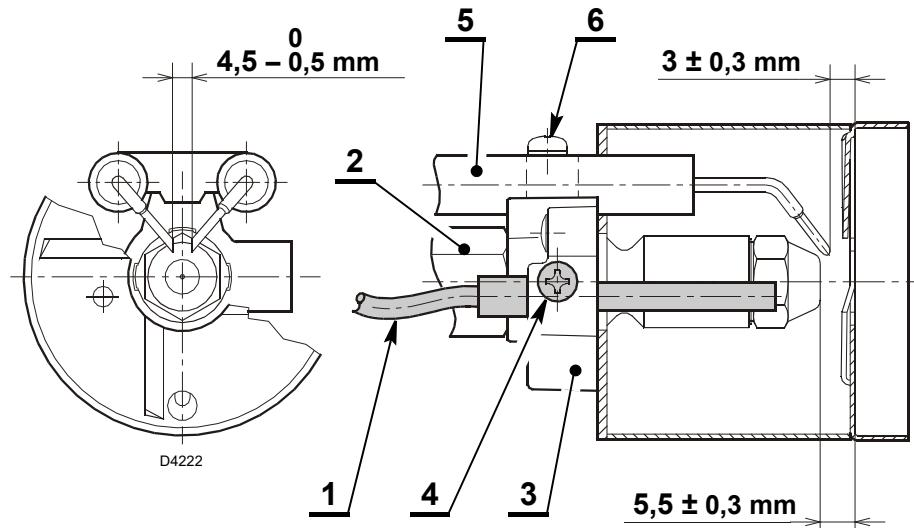

Fig. 12
Les mesures sur la Fig. 12 doivent être respectées.
- appuyer le support de l'accroche-flamme 3)(Fig. 12) sur le porte-gicleur 2)(Fig. 12) et bloquer avec la vis 4)(Fig. 12). Pour tout ajustement du groupe d'électrodes 5), desserrer la vis 6) (Fig. 12).
- insérer la fibre optique 1)(Fig. 12) dans le support de l'accroche-flamme 3) en veillant à ce qu'il arrive jusqu'à la butée.
- Serrer la vis 4)(Fig. 12) avec précaution pour bloquer la fibre optique 1)(Fig. 12).